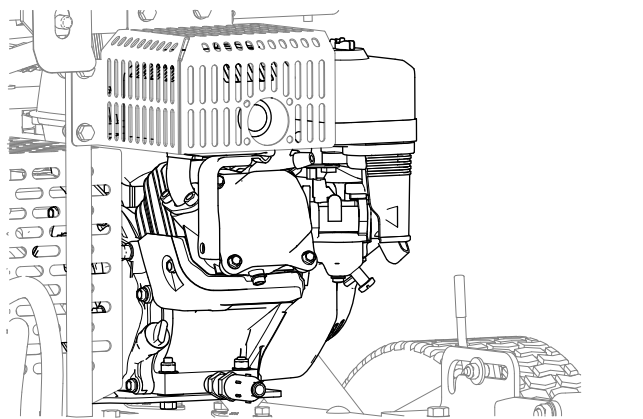

図 41
4. エンジンとエンジン冷却フィンの周囲から汚れをきれいに落とす 図 41。